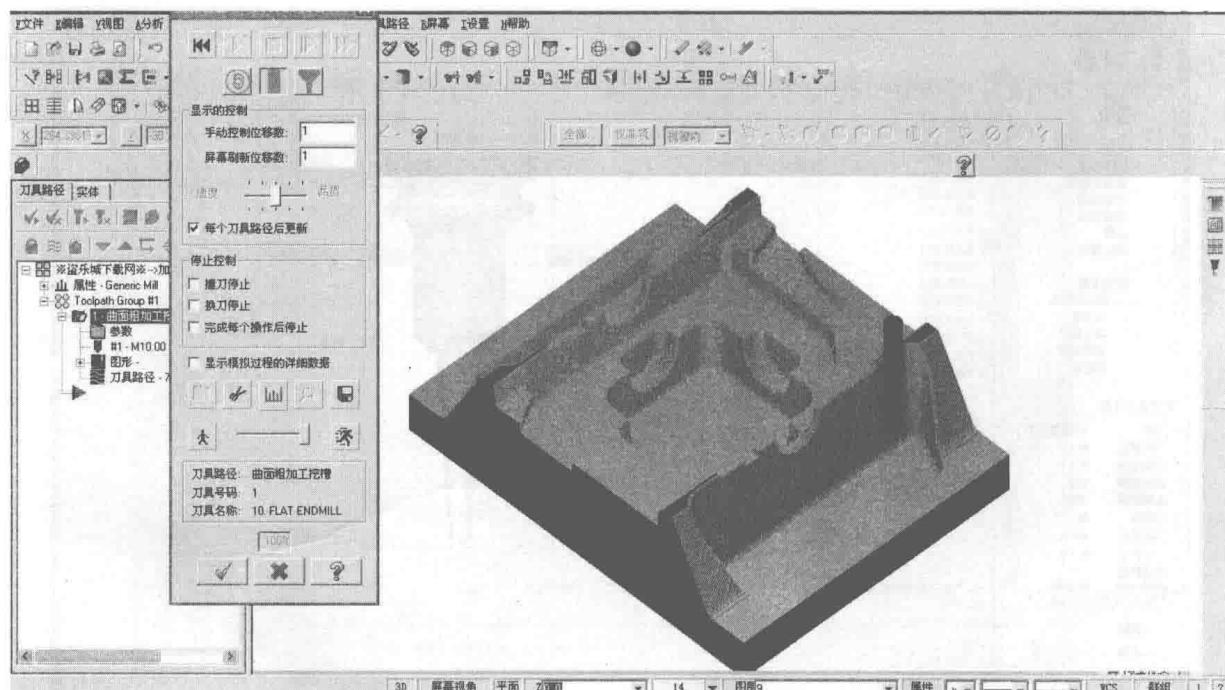
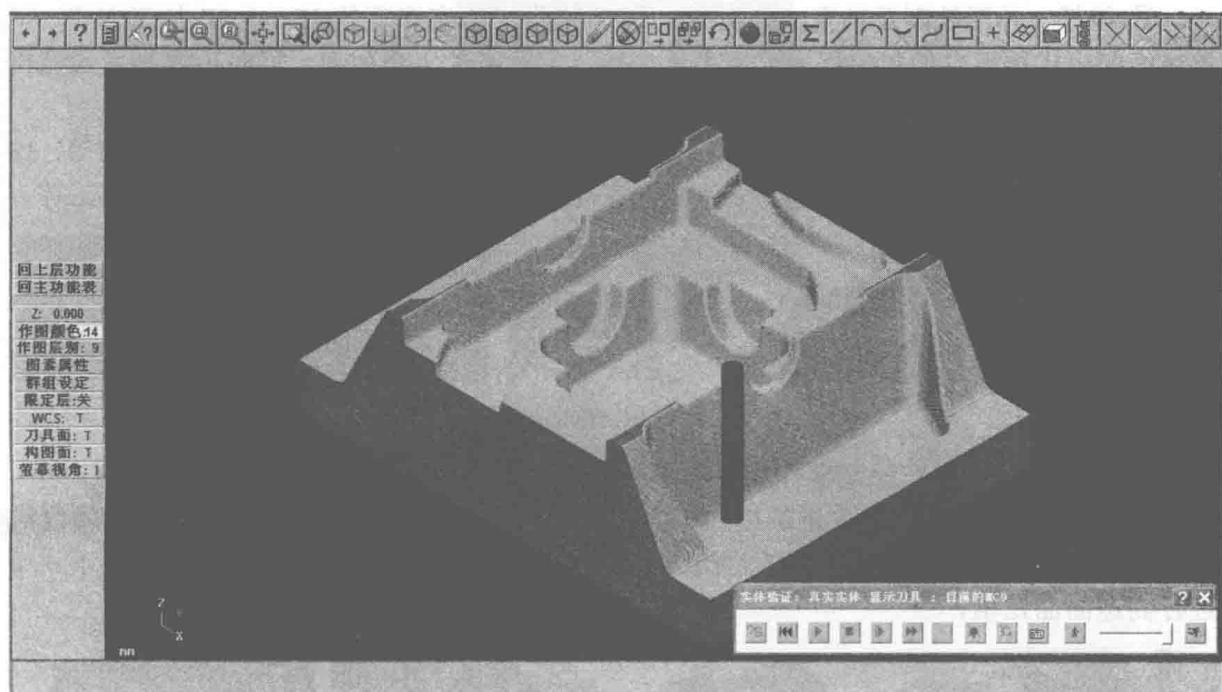

图 1-9 Mastercam VX2 CNC 程序（运行时间 51min3s）
图 1-10 Mastercam V9.0 CNC 程序 (运行时间 1h30min52s)
③ 曲面高速加工刀具路径的效率提高。在同样的零件、切削条件和参数下，VX2 版本（见图 1-9）采用曲面高速加工刀具路径编制的 CNC 程序，运行时间为 51min3s，而采用 V9.0 版本（见图 1-10）刀具路径编制的 CNC 程序，运行时间为 1h30min52s。